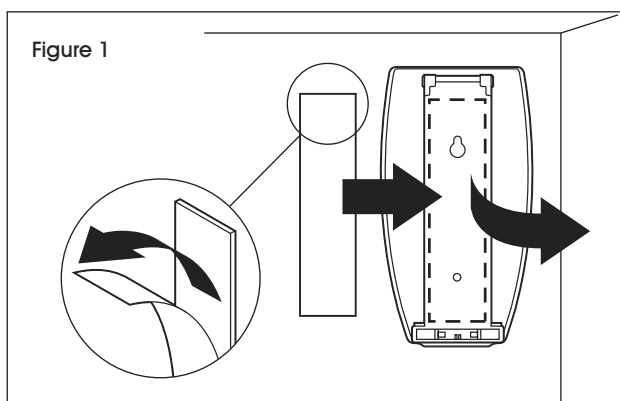

Figure 1
1. Retirez un côté de la bande adhésive et collez au dos du distributeur. (Voir Figure 1)
2. Retirez l'autre côté de la bande adhésive et collez au mur à l'emplacement souhaité. (Voir Figure 1)